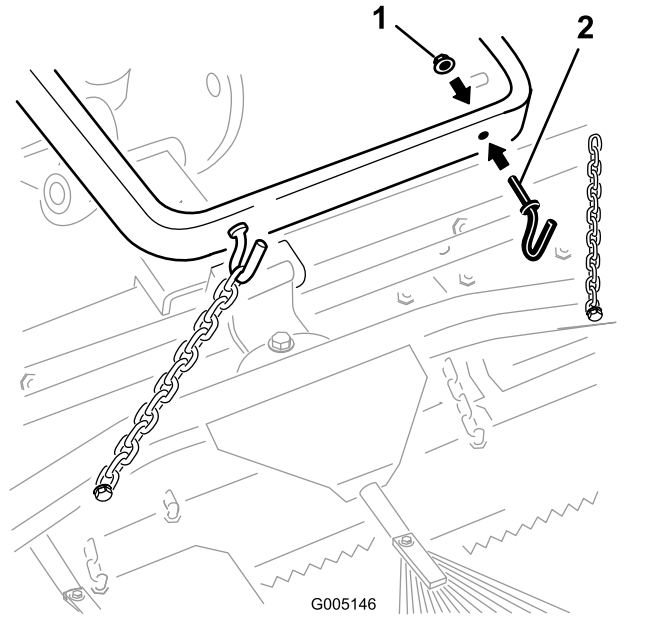

図5
- A. ナット2個 $\frac{3}{8}$ "を使って、昇降アームの後部にフック2個を取り付ける図5。チェーンを希望の長さにしてフックに固定する。